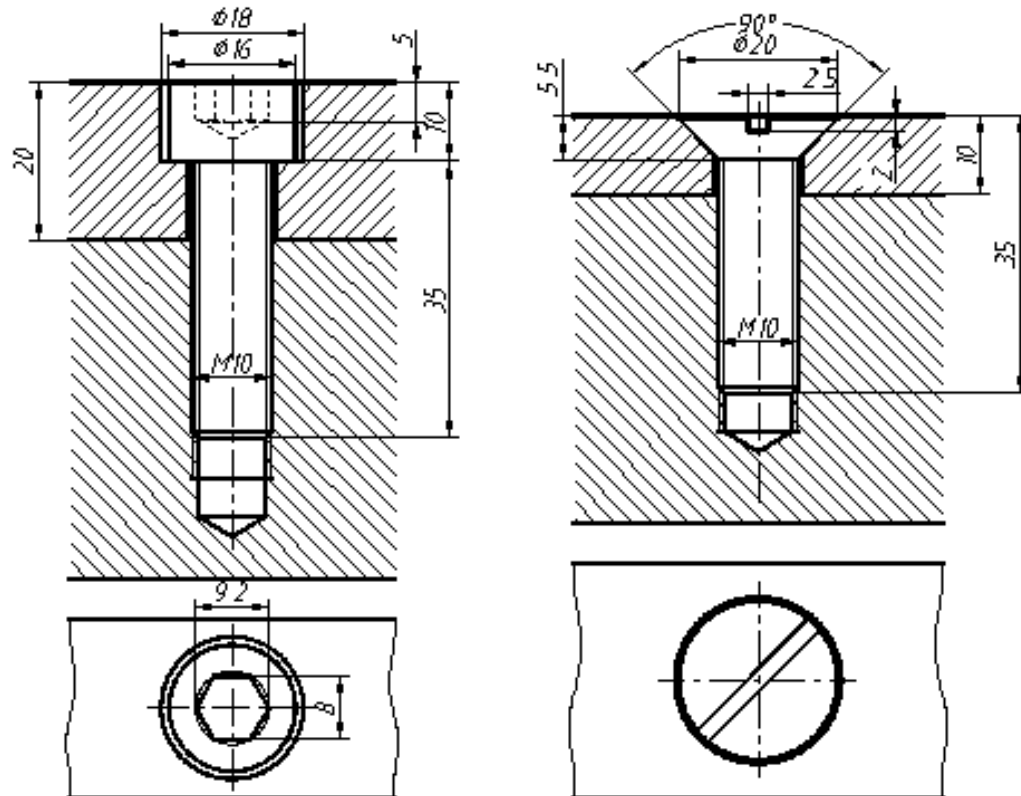

图 5-17 螺钉联接
2. 绘制螺钉联接两视图，如图 5-17 所示。不标注尺寸。